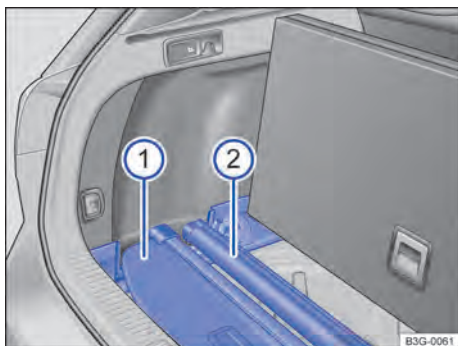

Fig. 130 Embaixo do assoalho do compartimento de bagagem: guardar a cobertura do compartimento de bagagem e a rede divisória.
- Colocar a cobertura do compartimento de bagagem removida → Fig. 130 ①, conforme representado, nos rebaixos traseiros dos alojamentos laterais.
- Colocar a rede divisória removida → Fig. 130 ②, conforme representado, nos rebaixos dianteiros dos alojamentos laterais.